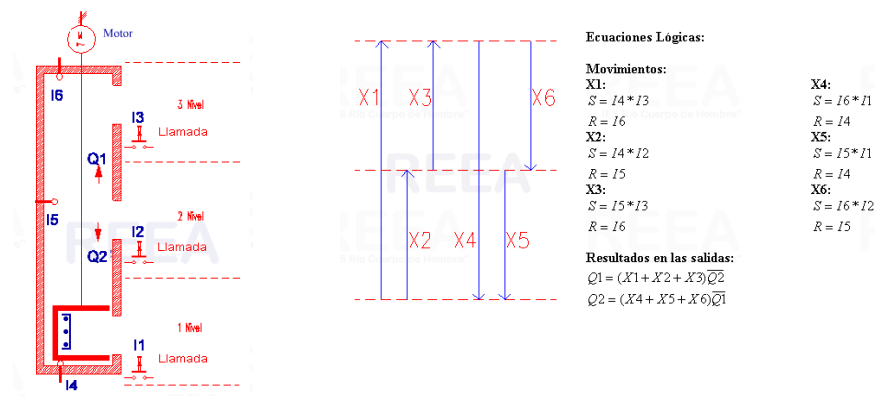

Figura 03. Proceso ascensor.
5.3 Ascensor automatizado.- Simular el circuito de la figura 03 en Logo Soft Confort, armar el circuito y realizar el programa para solucionar el problema presentado, analizar y explicar el proceso .